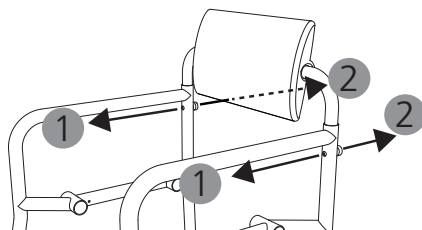

fig. 25
2. Allentare i dadi zigrinati sul retro dello schienale ed estrarre le viti (1, 2, fig. 25). Mettere da parte le viti fino a quando non si assemblerà nuovamente la sedia.